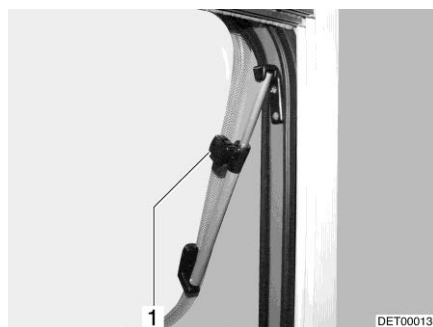

Fig. 119 Oblò con deflettori a rotazione, aperto
- Aprire l'oblò fino alla posizione desiderata e fissarlo mediante il pomello zigrinato (Fig. 119,1).
- Ruotare il pomello zigrinato (Fig. 119,1) fino a che l'arresto viene sbloccato.